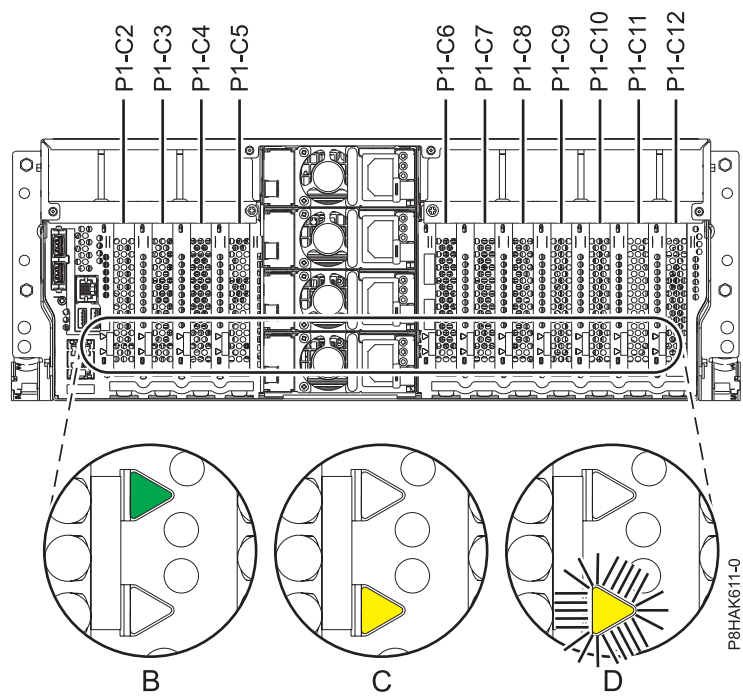
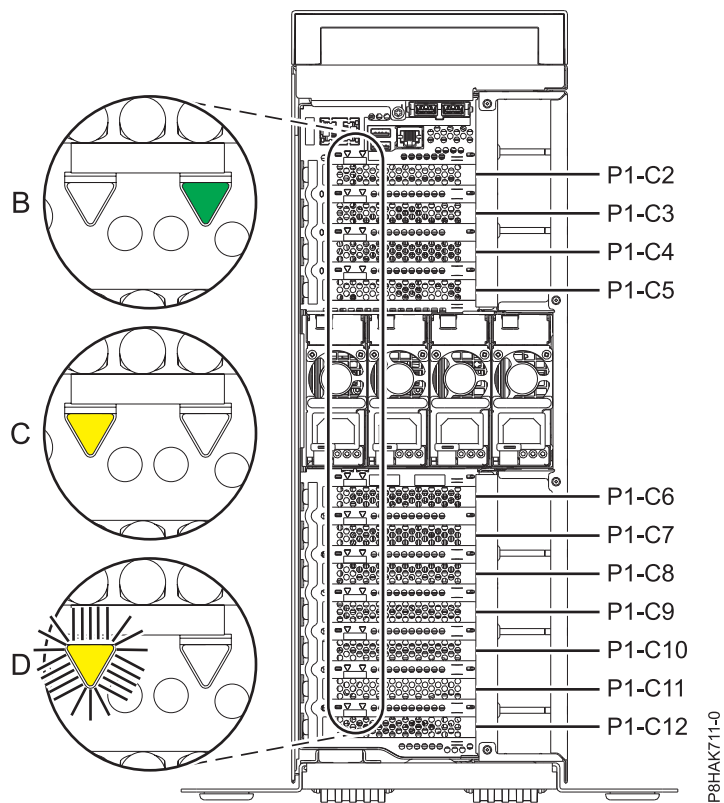

Abbildung 29. Positionen der PCIe-Adaptersteckplätze und LEDs in einem Einschubsystem vom Typ 8247-42L, 8286-41A oder 8286-42A
Abbildung 30. Positionen der PCIe-Adaptersteckplätze und LEDs in einem eigenständiges System vom Typ 8286-41A
1. Machen Sie sich mit den Positionen der PCIe-Adaptersteckplätze und den Serviceanzeigen für den zu wartenden PCIe-Adapter vertraut. Die PCIe-Adapter werden an der Rückseite des Systems installiert. In Abb. 29 auf Seite 35 und Abb. 30 auf Seite 35 werden die Positionen der PCIe-Adapter in einem System und die Positionen der LEDs der PCIe-Adapter angezeigt.